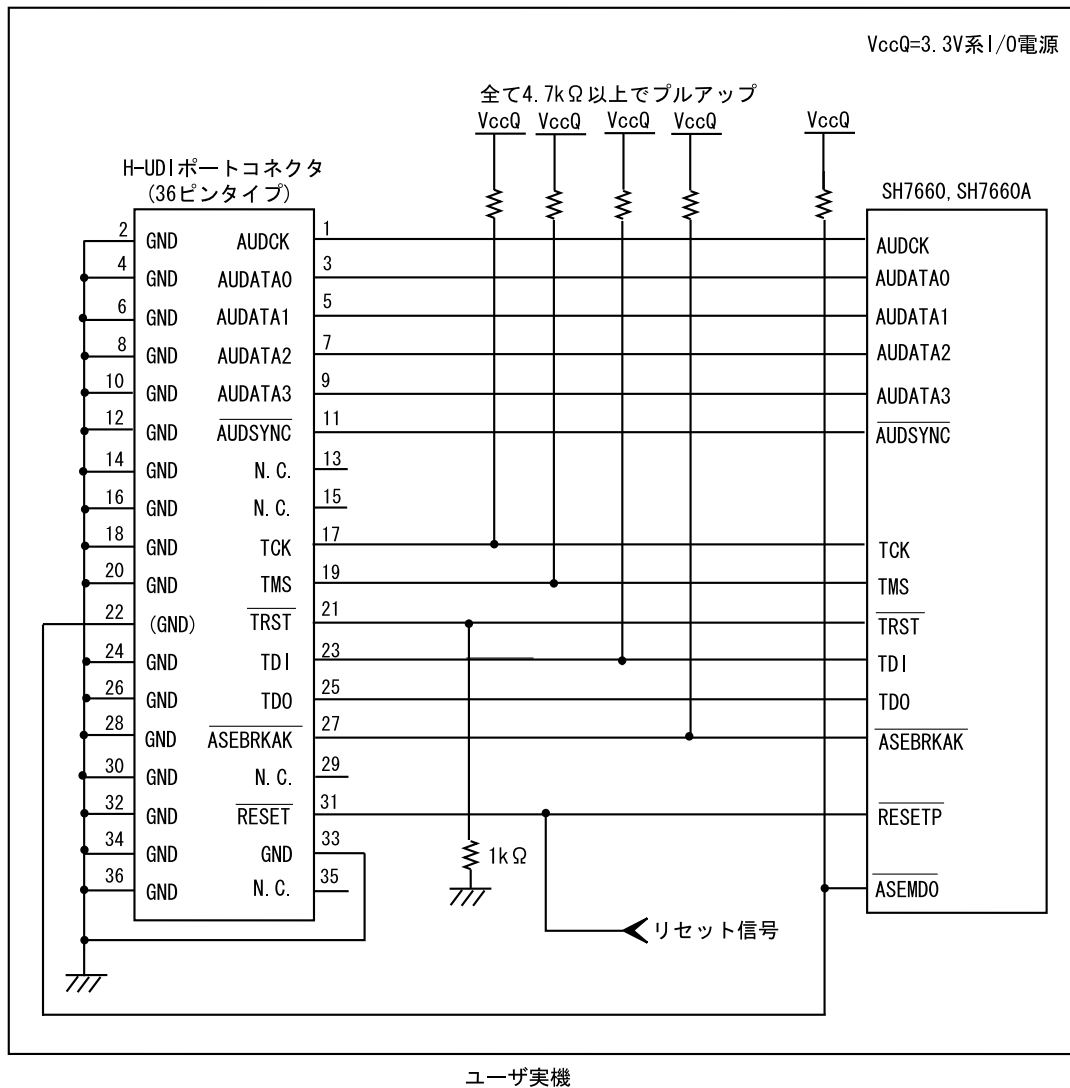

図 1.4 E10A-USB 使用時の H-UDI ポートコネクタ - チップ間の接続例
E10A-USB エミュレータ使用時の H-UDI+AUD ポートコネクタ(36 ピンタイプ)とチップ間の推奨接続例を図 1.3、UVCC 未接続時の接続例を図 1.4 に示します。
- 図 1.4 接続例で回路を組んだ場合の E10A-USB エミュレータのスイッチ設定：SW2=0, SW3=1 スイッチ設定の詳細は、「SuperH™ファミリ用 E10A-USB エミュレータユーザーズマニュアル 3.8 章 DIP スイッチの設定」を参照してください。